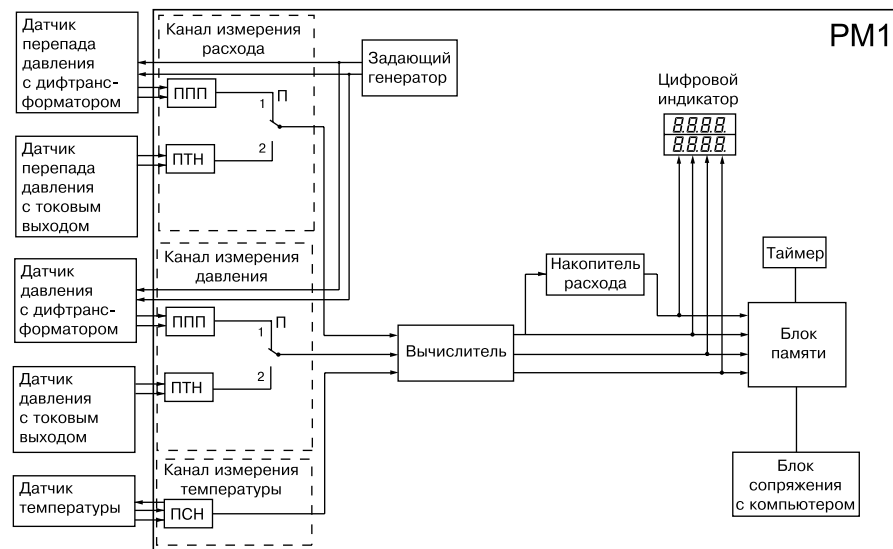

Рис. 3
3.2.1. Общая функциональная схема расходомера РМ1 приведена на рис. 3.